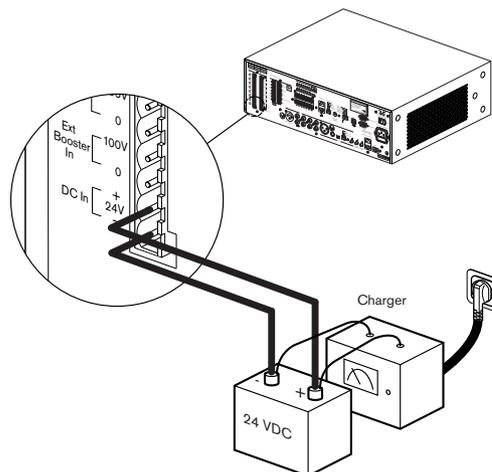

Figure 5.18 Raccordement de l'alimentation de secours
Le contrôleur d'alarme vocale dispose d'une prise 24 V(CC) pour raccorder une alimentation de secours (par ex. une batterie) afin d'alimenter le système si aucune tension secteur n'est disponible. La *Figure 5.18* présente les détails de connexion.